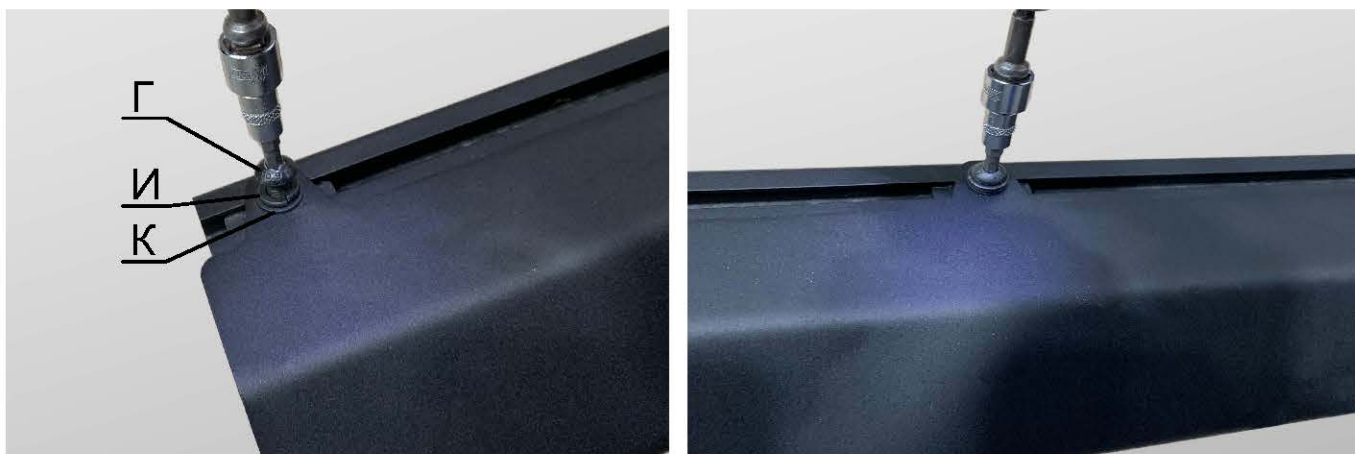

Рис. 4
4. Закрепите Дефлектор (Поз.6) на Профиле (Поз.5), используя Винты 8x16 (Поз. Г), Шайбы 8 гровер (Поз. И) и Шайбы 8 (Поз. К), как показано на рис. 4.